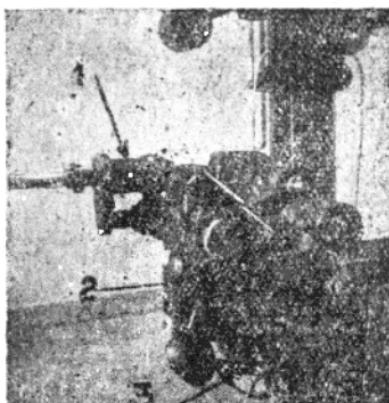

图 12
(1) 首先须将 b_z 手柄转动，使其松到最大的限度，否则将不能顺利地进行安置。
(2) 把基线车架上的连接螺丝取下。
(3) 把导镜系统装于基线车架上之燕尾槽中（注意销钉位置）。
(4) 连接导镜系统与基线车架间连接螺丝（见图12）。